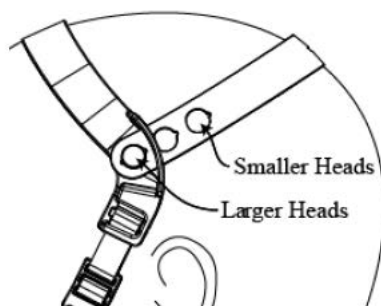

Figure 10 - Adjusting the harness rear strap
- マスクを上には移動するには、クリートをストラップの下にスライドさせて弾性ストラップを締めます (図10)。